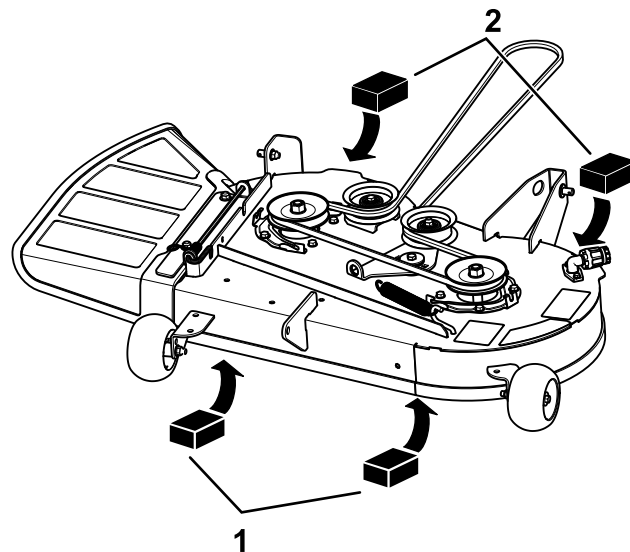

Figura 60
4. Coloque dos bloques de 6.6 cm (25/8" ) de grosor debajo de cada lado del borde delantero de la carcasa, pero no debajo de los soportes de los rodillos protectores del césped (Figura 60).
5. Coloque dos bloques de 7.3 cm (27/8" ) de grosor debajo del borde trasero del faldón de la carcasa de corte, uno en cada lado de la carcasa de corte (Figura 60).